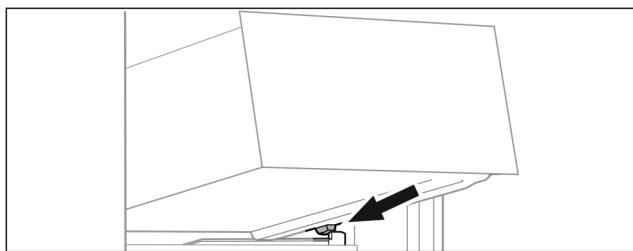

Fig. 113
- Schubfach schräg hinter den Stopfern auf Behälterrippe aufsetzen. (siehe Fig. 113)